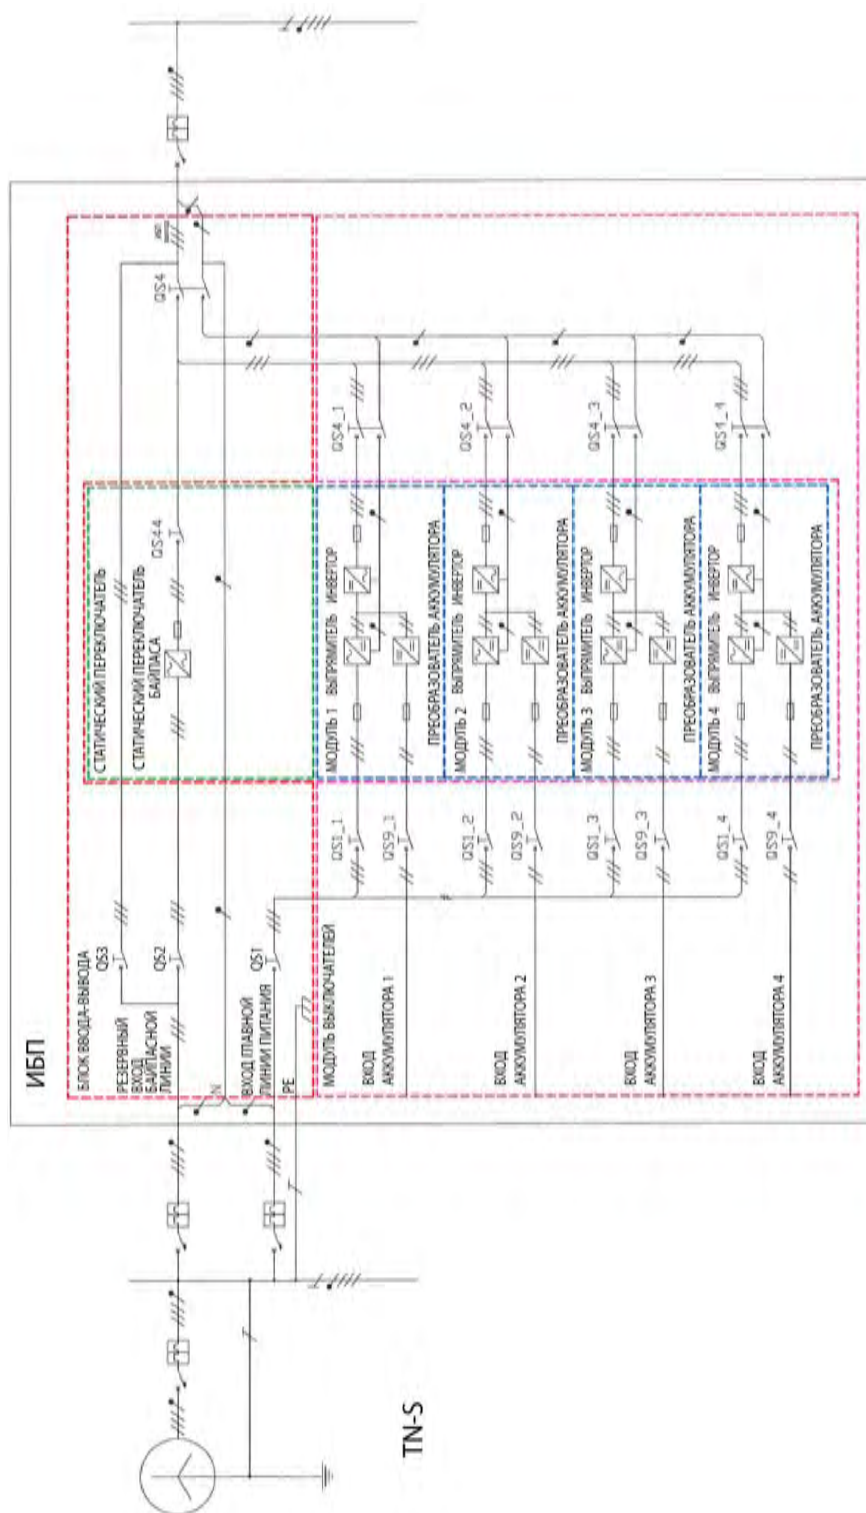
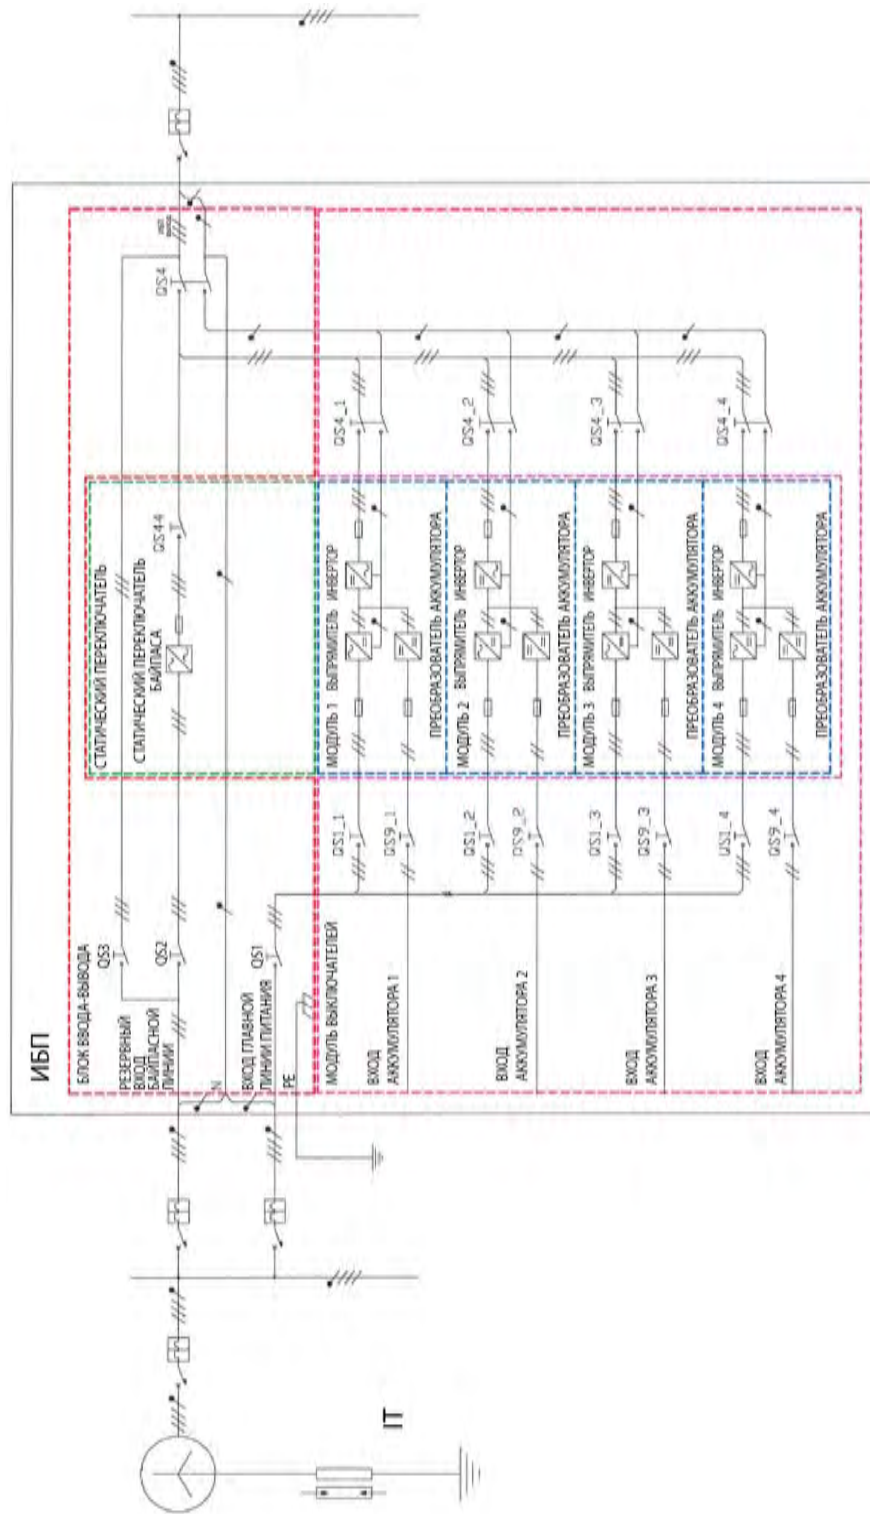

Рисунок 80 - Система распределения питания TN-S
Рисунок 82 - Система распределения питания IT
- Система заземления и защитные провода - Liebert Liebert Trinergy™ Cube в «установке TN-C» (см. Рис. 80 - на стр. 73 и Рис. 82 - на стр. 75 - ЛЕГЕНДА: цветными линиями обозначены блоки):
Системы распределения питания типа IT изолированы от земли, за исключением того, что какая-то одна точка может быть соединена с землей через сопротивление или ограничитель напряжения. Элементы оборудования, нуждающиеся в заземлении, соединяются с электродами заземления в рабочих помещениях пользователя (см. Рис. 82 - на стр. 75).